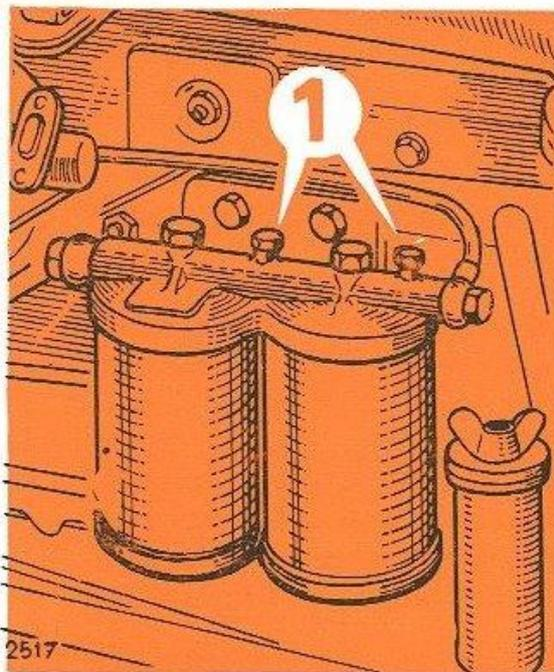

FIG. 9 — Filtre à combustible.
- Dévisser de deux tours les deux vis situées sur les filtres à combustible (1 fig. 9) ;